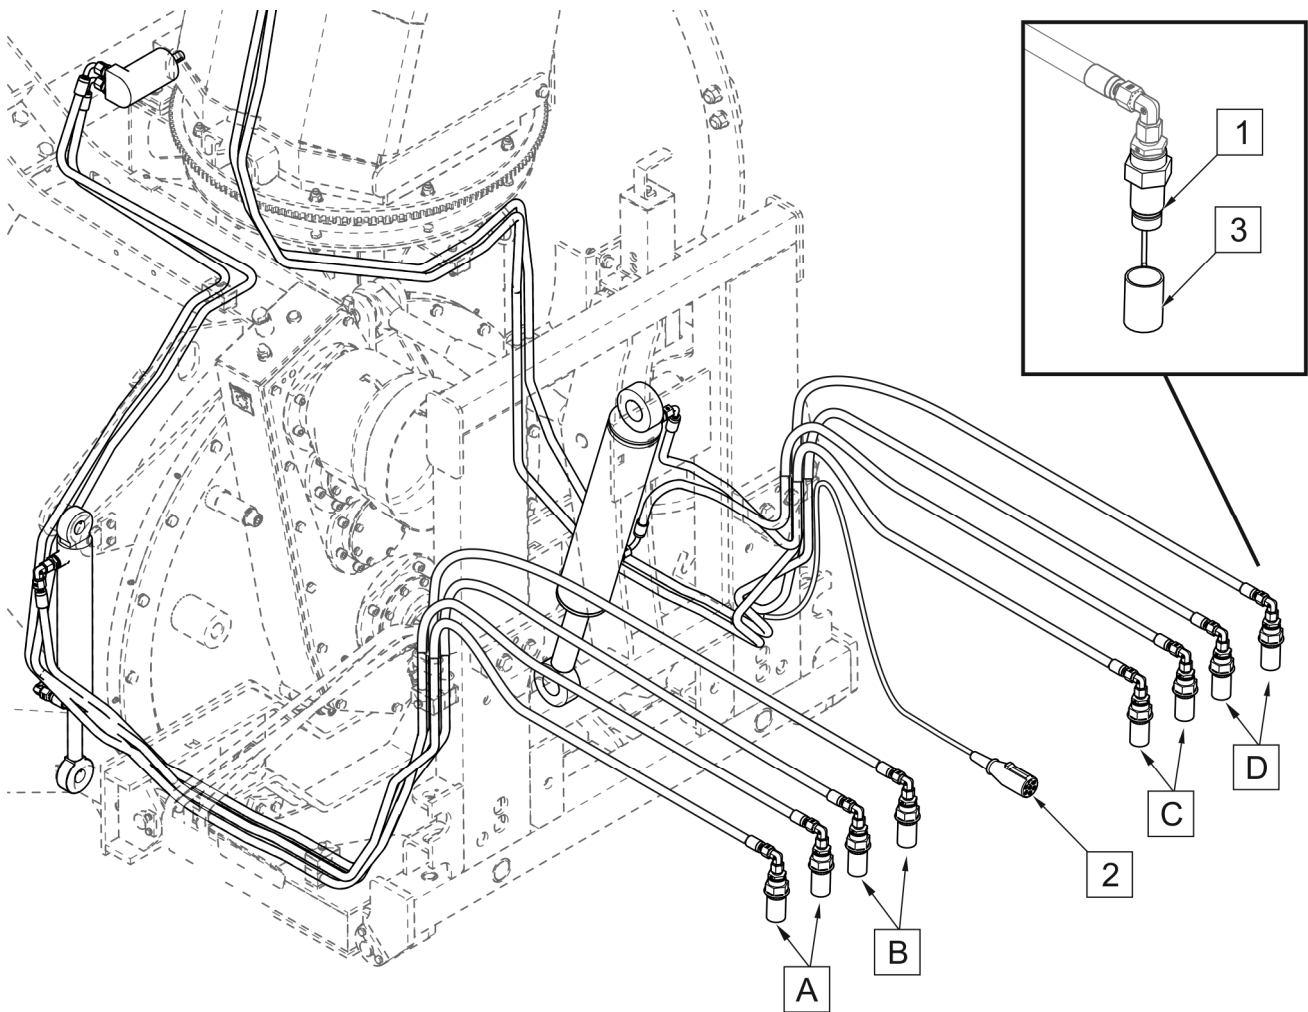

РИСУНОК 4.8 Гидравлические и электрические соединения (машина установлена на передней плите транспортного средства)
Разъёмы гидравлического соединения (РИСУНОК 4.8) должны быть подключены к четырём парам розеток ISO 16028, расположенных на передней части транспортного средства. Разъёмы (C) должны быть подключены к гидравлической секции с плавающей функцией. Разъём питания габаритного фонаря (2) (РИСУНОК 4.8) должен быть подключен к 7-контактному разъёму ISO 1185 напряжением 24 В на транспортном средстве.
- 1) Подъехать транспортным средством примерно на 30 см (12 дюймов) к рычажному механизму снегоочистителя, остановить транспортное средство и выключить двигатель. Подсоединить гидравлические разъемы (РИСУНОК 4.8) к соответствующим внешним гидравлическим разъемам на передней части транспортного средства.
Поднимите машину и проверьте правильность крепления. Прикрепите раму подвески машины к передней панели транспортного средства с помощью соответствующих винтов. Подключите вилку питания габаритного фонаря (2) к 7-контактному электрическому разъему транспортного средства (РИСУНОК 4.8).